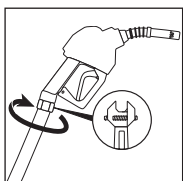

Figure 14
(ilustración 14)
- If nozzle replacement, remove old nozzle with a wrench. Carefully drain fuel from hose & nozzle into approved container. (See Figure 14)
- En caso de reemplazar la pistola surtidora, retire la pistola obsoleta con una llave de tuercas. Con cuidado vacíe de combustible la manguera y la pistola y viértalo en un envase aprobado. (Vea la ilustración 14)